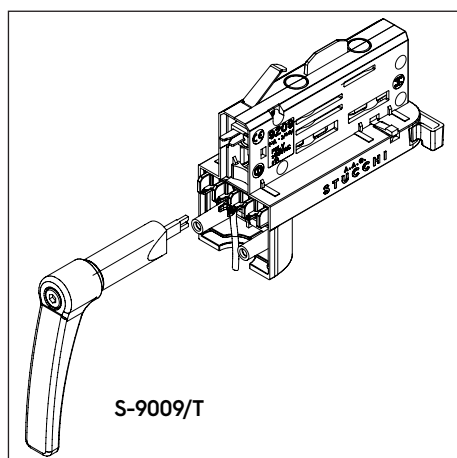
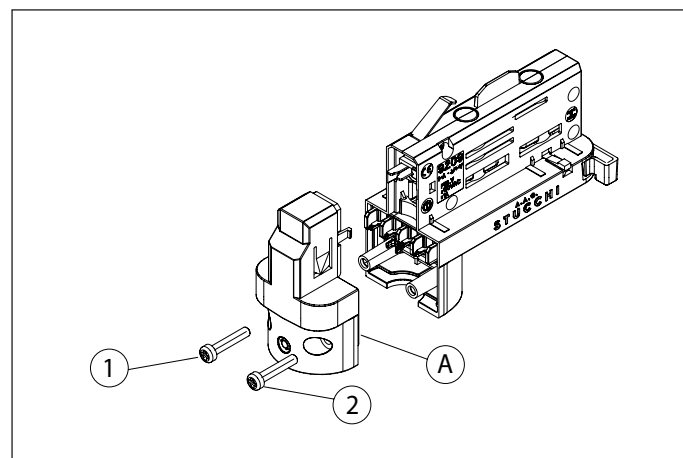

Fig. 1 Cablaggio dell'adattatore
Fig. 2 Chiusura dell'adattatore
Per il cablaggio dell'adattatore utilizzare cavi con sezione compresa tra 0.5 mm² e 1 mm² in base alla valore di corrente del faretto e di tipo cordato e stagnato. Cablare i cavi dell'adattatore (fig.1) utilizzando l'apposito inserto (da ordinare separatamente), rispettando le giuste polarità marcate sull'adattatore (L / N / T / D+ / D-). Spingere il cavetto fino a che risulta completamente inserito nel contatto ruba corrente. Sono previsti due tipi di blocca cavi: S-9009/10-... (semplice) e S-9009/BC-... (con grano in plastica di blocco), entrambi per guaine di diametro compreso tra 6 e 9 mm. Per fissare l'apparecchio di illuminazione all'adattatore è possibile utilizzare uno degli accessori previsti: S-9009/M10+S-9009/D-10, S-9009/M10+S-9009/D-10 e S-9009/51 (attenzione con questi 3 accessori non è possibile utilizzare il blocca cavo S-9009/BC-...). Una volta cablato e fissato l'apparecchio all'adattatore, chiuderlo con il rispettivo coperchio (A) utilizzando le due viti (1 e 2). Coperchio e viti sono fornite con l'adattatore (fig.2).